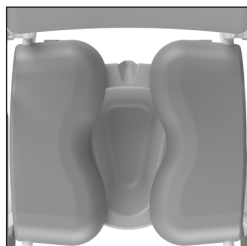

Figura 13. Orinal de plástico Lopital.
- Si utiliza el orinal de plástico Lopital, debe deslizarlo lo más hacia delante posible (Ver figura 13).